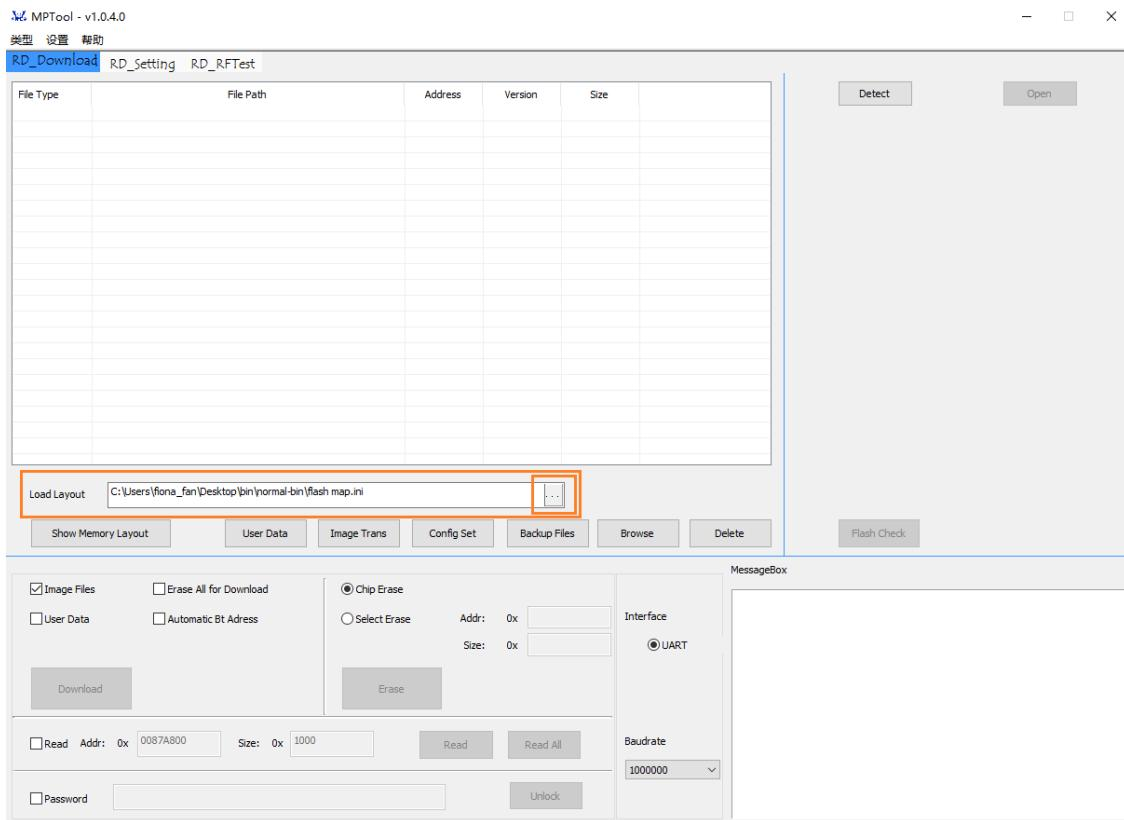

图 8-8 导入 flash map.ini
- 1) 点击 Layout 编辑框后“...”按钮并导入 FlashMapGenerateTool 生成的 layout 配置 flash map.ini 文件，如图 8-8 所示